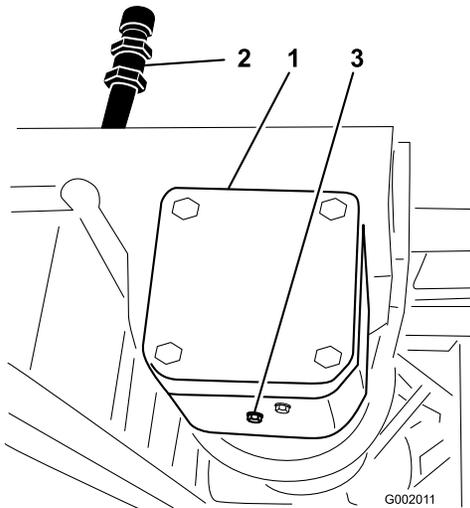

図 71
2. ドレン・プラグの下にオイルを受ける容器をおく(図 71)。
3. 補給ロプラグとドレン・プラグを取り(図 71)、排出されるオイルを容器で回収する。